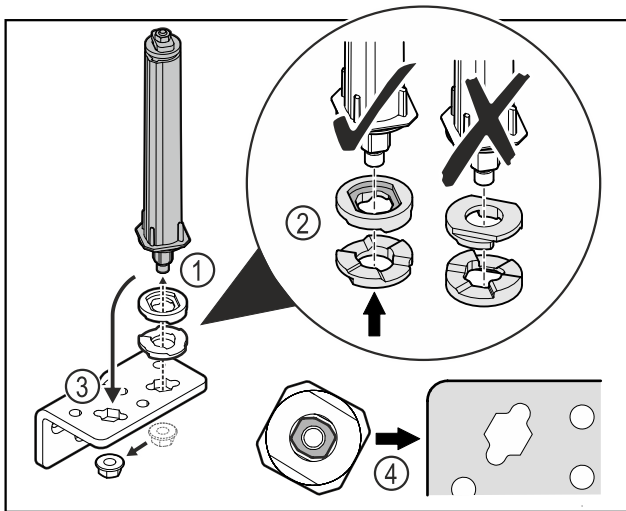

Fig. 36
- ▶ Atlaisvinkite veržlę ir pašalinkite durų uždarymo sistemą Fig. 36 (1).
- ▶ Atkreipkite dėmesį į tai, kad aukščio reguliavimo poveržlės būtų tinkamai išlygiuotos Fig. 36 (2).
- ▶ Perkelkite durų uždarymo sistemą šarnyriniame kampuočiuje ir užfiksuokite veržlę Fig. 36 (3).
- ▶ Įstatydami atkreipkite dėmesį į tai, kad durų uždarymo sistema būtų tinkamai išlygiuota Fig. 36 (4).